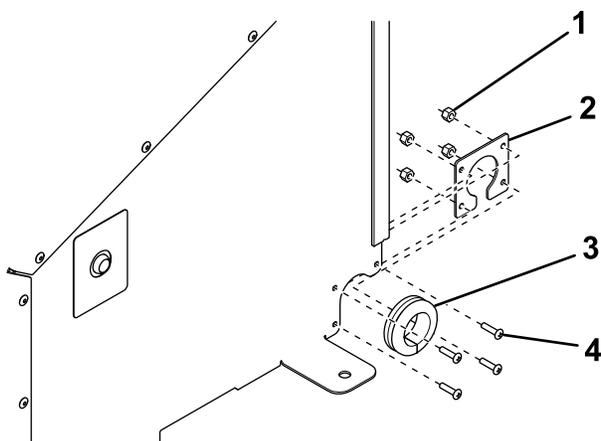

Figure 4
10. Fixez la plaque passe-câble à l'intérieur du capot arrière à l'aide de 4 boulons (n° 10 x 3/4 po) et écrous en nylon (Figure 4).
11. Insérez le passe-câble en caoutchouc dans la plaque passe-câble (Figure 4).